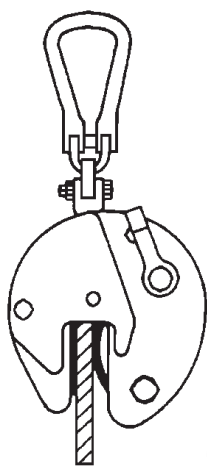

Fig. 4
- Inserte siempre la carga hasta el final en la boca de la garra (Fig. 4).